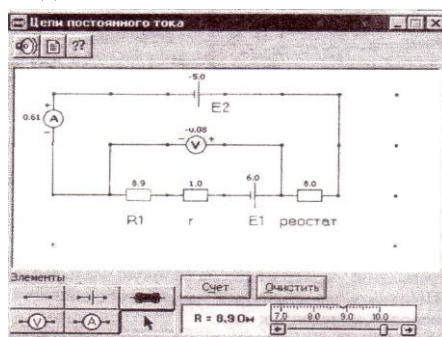

Рис.2
12. Включите в схему второй источник питания, как показано на рис.2, и установите значение E_2 , соответствующее номеру вашей бригады.
13. Проведите на второй схеме (рис.2) все измерения п.п. 5,6.